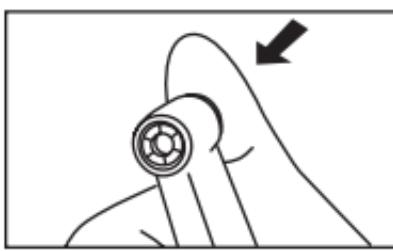

Fig. 1
(1) Montarea
- Apăsați butonul de acționare pentru a deschide mandrina. (Fig.1)